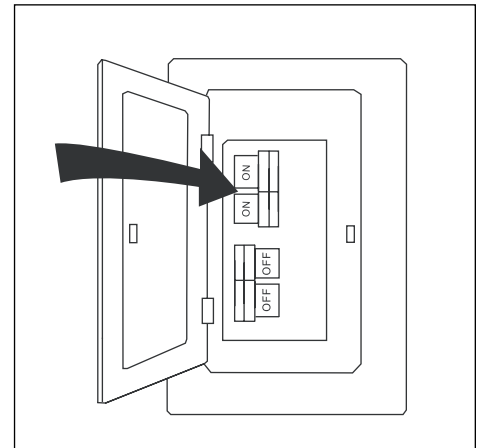

Figure 4.9
9. Restablezca la alimentación en el fusible principal o el interruptor de circuito y el interruptor de pared (Figure 4.9). **El ensamblaje está listo.**